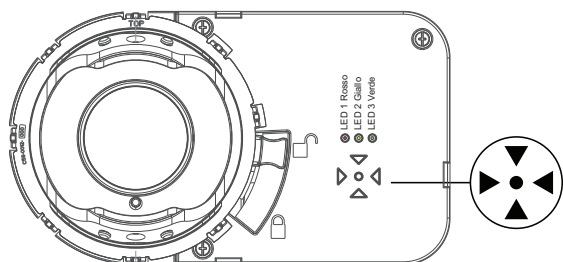
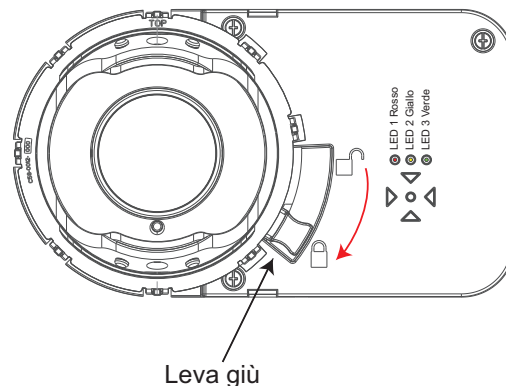

Figura 3-14: Set frecce
Figura 3-16: Bloccare e assicurare il bulbo oculare
* Fare riferimento all'Figura 3-14 e Figura 3-16 1-4 per i LED 1, 2 e 3.